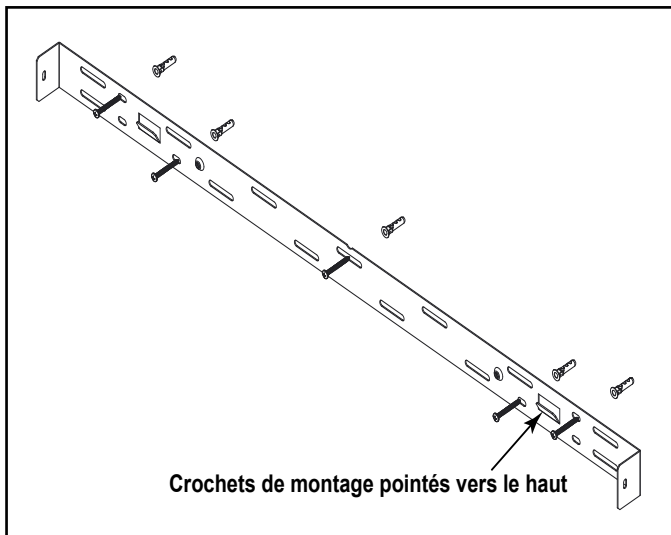

Figure 4.7 Fixation des supports
- Avec les crochets de fixation pointés vers le haut, fixez le support aux ancrages de maçonnerie avec des vis ST6X50. Voir la figure 4.7.